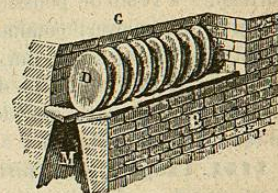

Fig. 402. — Liqueur du cuivre argentifère.
**1147. Liqueur du cuivre argentifère.** — Quand le minerai de cuivre est argentifère, tout l'argent se trouve dans le *cuivre noir*. On l'en retire par la méthode suivante, dite de *liqueur*: On mêle au cuivre fondu une certaine quantité de plomb, et on refroidit brusquement l'alliage coulé en disques, de manière à obtenir un mélange intime des trois métaux: cuivre, plomb, argent. On réchauffe ensuite très lentement ces disques D (fig. 402), et dès que la température est assez élevée le plomb s'en écoule, entraînant avec lui tout l'argent. Le cuivre est ensuite raffiné; le plomb argentifère est traité comme au § 1111.